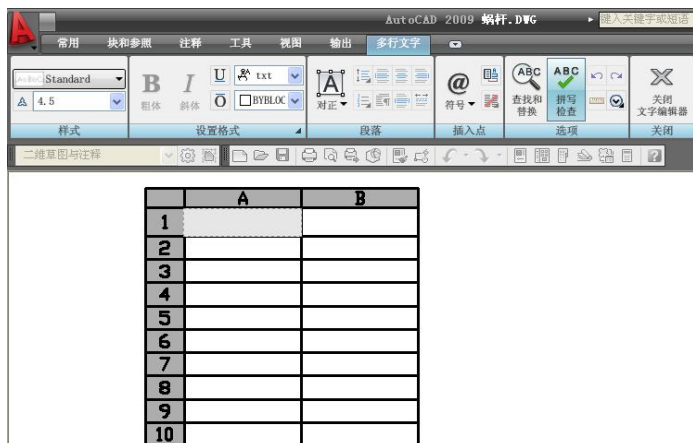

图 11-86 表格单元选取
- (2) 选择 8 行 2 列，且每行单元样式均为“数据”，列宽为 45。
- (3) 确定后就可以在绘图窗口中选择一点作为表格放置点，如图 11-86 所示。